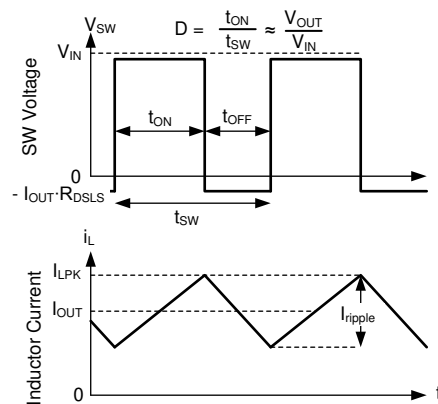

図 9-16. 連続モード (CCM) における SW 電圧とインダクタ電流の波形
本デバイスの以下の動作の説明は、セクション 9.2 と以下の波形 (図 9-16) を参照しています。CCM では、本デバイスは、内蔵ハイサイド (HS) およびローサイド (LS) NMOS スイッチを各種デューティ・サイクル (D) でオンにすることで、出力電圧のレギュレーションを実現します。HS スイッチのオン時間の間、SW ピンの電圧 (V_{SW}) は V_{IN} の付近までスイングし、インダクタ電流 (i_L) は線形的な傾きで増加します。HS スイッチは、制御ロジックによってオフにされます。HS スイッチのオフ時間 (t_{OFF}) の間、LS スイッチはオンにされます。インダクタ電流は LS スイッチを通して放電され、LS スイッチの両端の電圧降下によって V_{SW} をグランドの下まで強制的にスイングさせます。一定の出力電圧を維持するため、コンバータ・ループはデューティ・サイクルを調整します。D は、HS スイッチのオン時間をスイッチング周期で割った値として次のように定義されます。